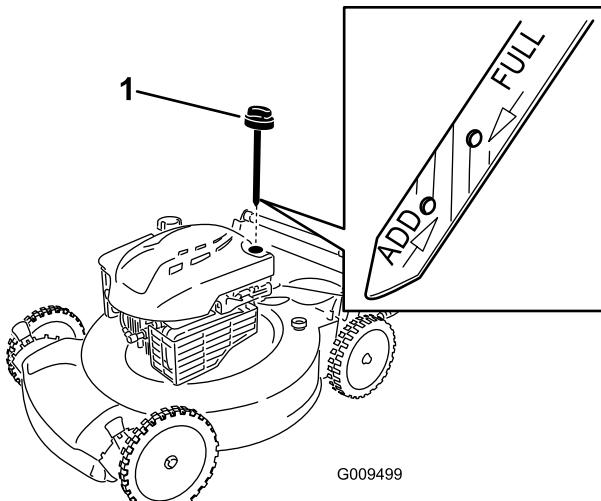

Рисунок 11
- Выньте щуп для измерения уровня, протрите его, и затем вставьте на полную глубину (Рисунок 11).
- Выньте щуп и проверьте уровень масла (Рисунок 11). Если уровень масла ниже отметки **Add** (Долить) на масломерном щупе, медленно заливайте масло в маслозаливной патрубок, чтобы поднять уровень масла до метки **Full** (Заполнено) на масломерном щупе. **Не допускайте переполнения картера.**